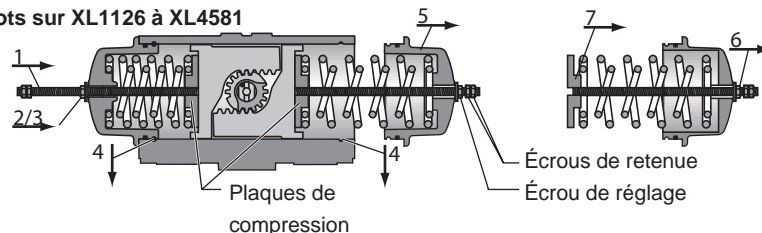

Fig. 5 : Démontage des capots
- 1 Desserrez les écrous de blocage (24) et retirez les fins de course (22) et les joints filetés (23) ou les joints toriques (23a).
- 2 Retirez l'indicateur (7) du haut du pignon (19). Pour les modèles XL26 à XL221, utilisez une clé Allen de 4 mm. Pour les tailles plus grandes, l'indicateur peut être tiré à partir du haut du pignon.
- 3 Retirez les boulons de scellement (28) et les joints (29) des capots (21).
- Pour les modèles XL 26 à XL 681 les pistons (20)
- Pour les modèles XL 1126 à XL4581 la plaque de compression (20a, voir aussi Fig 5) jusqu'en butée (NE SERREZ PAS TROP) et veillez à ce que l'écrou et la rondelle n'entrent pas en contact avec le capot.
- 7 Empêchez les écrous de retenue de tourner à l'aide d'une clé. Utilisez une autre clé pour visser les écrous de réglage d'un demi tour à la fois (voir Fig. 5) dans le sens horaire jusqu'à ce que deux tours complets aient été atteints. Cette opération permet de tirer
- Pour les modèles XL 26 à XL681 les pistons (20)
- Pour les modèles XL 1126 à XL4581 la plaque de compression (voir aussi Fig 5) vers les capots (21) et de comprimer les ressorts. Cette compression des ressorts libère la force du ressort et déverrouille le SAFEKEY en vue de son retrait.
- **Pour les modèles XL 26 à XL681** les pistons (20), les ressorts et le capot sont libérés
- 11 Pour garder le jeu de ressorts intact (Fig. 5), laissez la tige de compression en place. Pour démonter le jeu de ressorts, dévissez l'écrou de réglage de la tige de compression en libérant la force du ressort, tout en empêchant la tige de tourner en bloquant les écrous de retenue à l'aide d'une clé.